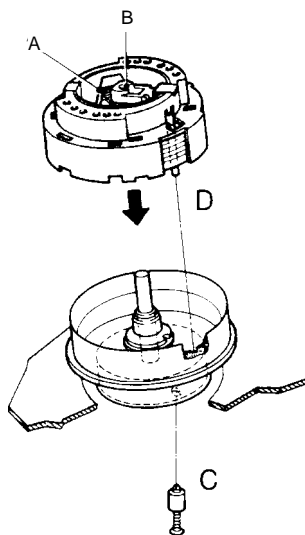

Fig. 7
- Referenzstift "C" (jeder Service-Kopfscheibe beige packt) durch das Loch im Scannermotor einschieben und die Kopfscheibe solange verdrehen, bis dieser im Loch des Rotors einrastet (Fig. 7).
- Insert the reference pin "C" (delivered with each service headwheel) into the hole of the scanner motor and turn the headwheel until the pin locks into the hole of the rotor (Fig. 7).